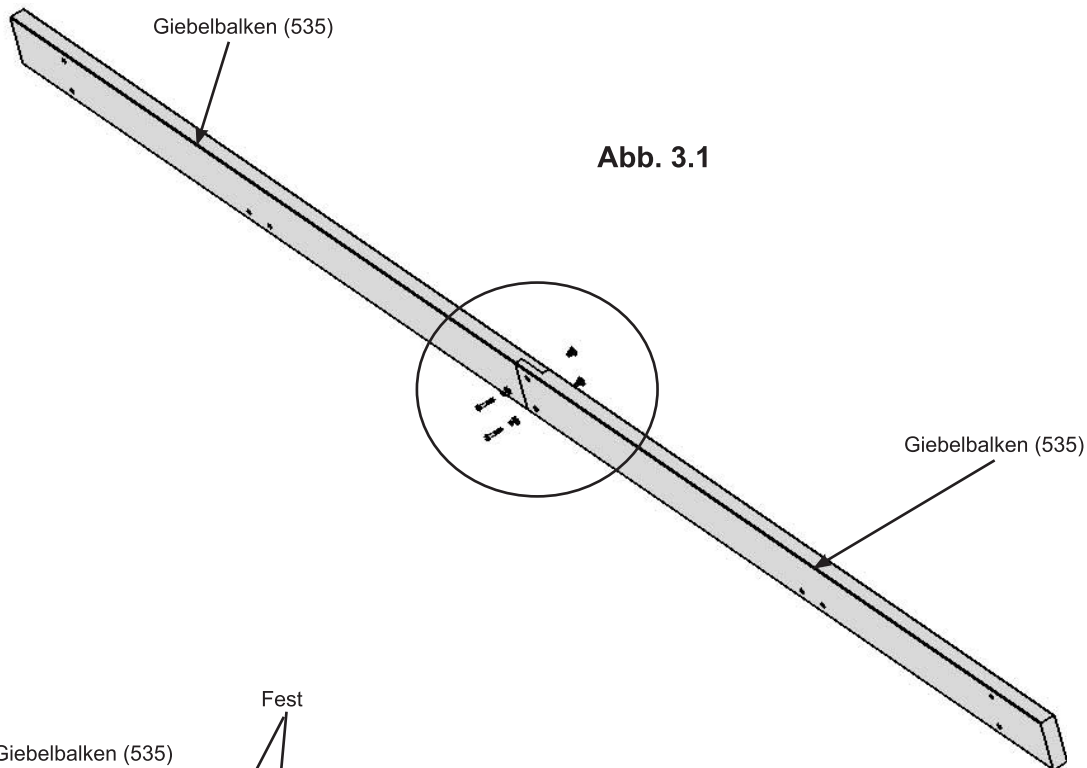

Abb. 3.1
A: Mit zwei Sechskantschrauben 5/16 x 1-1/2" (mit Sicherungsscheibe 5/16", Große Unterlegscheibe 1/4-5/16" und T-mutter 5/16") einen Giebelbalken (535) mit einem zweiten Giebelbalken (535) verbinden, wie es in Abb. 3.1 und 3.2 gezeigt wird.